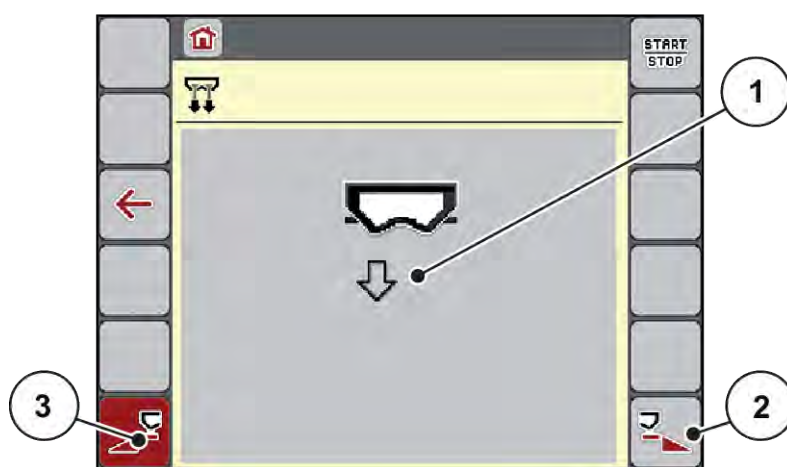

Fig. 20: Meny Hurtigtømming
*I displayet vises valgt delbredde som symbol (Fig. 20, posisjon [3]).*